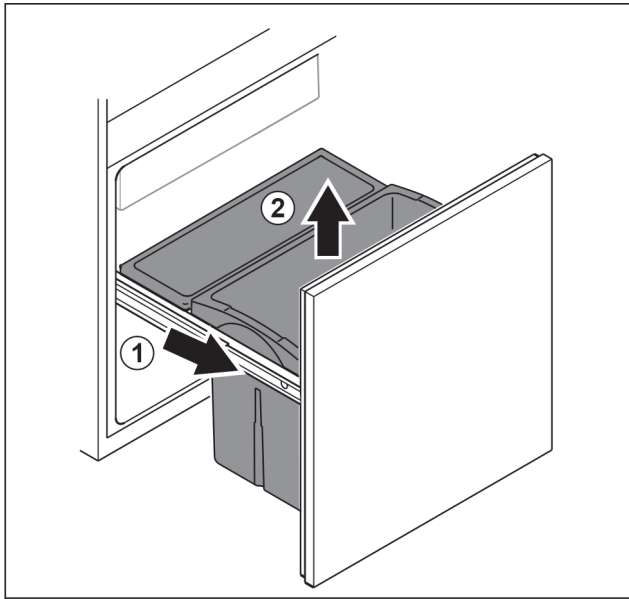

Fig. 42
- ▶ Uitschuifwagen tot de aanslag eruit trekken. Fig. 42 (1)
- ▶ Lade naar boven toe verwijderen. Fig. 42 (2)